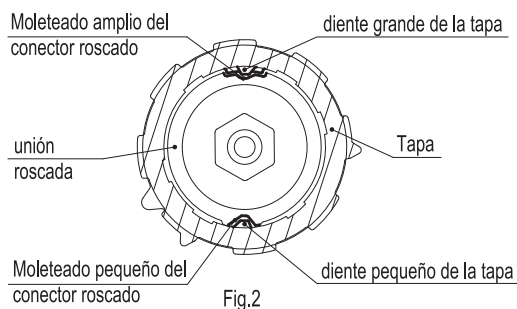

Fig.2
- Montar la tapa en el conector roscado acoplando correctamente los dos dientes diferentes (uno grande y uno pequeño) en el interior de la tapa, con las ranuras pertinentes de la parte superior del conector roscado (fig. 2).